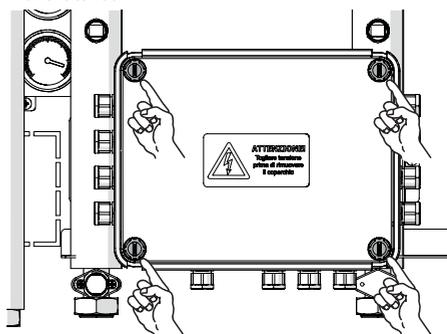

Figura 3.7
- Per accedere alla scheda elettronica rimuovere le viti indicate in Figura 3.7 della scatola elettrica.